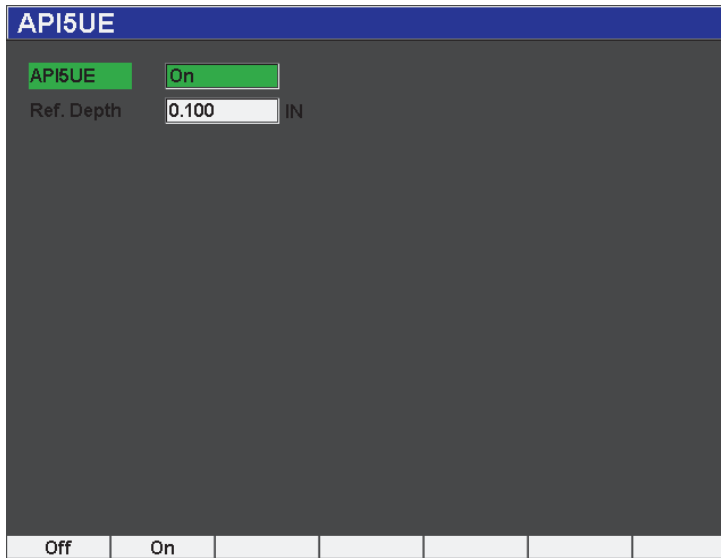

Figura 12-22 Função de configuração de média da forma de onda
2. No menu **API5UE** selecione **API5UE = On** (veja Figura 12-22 na página 262).